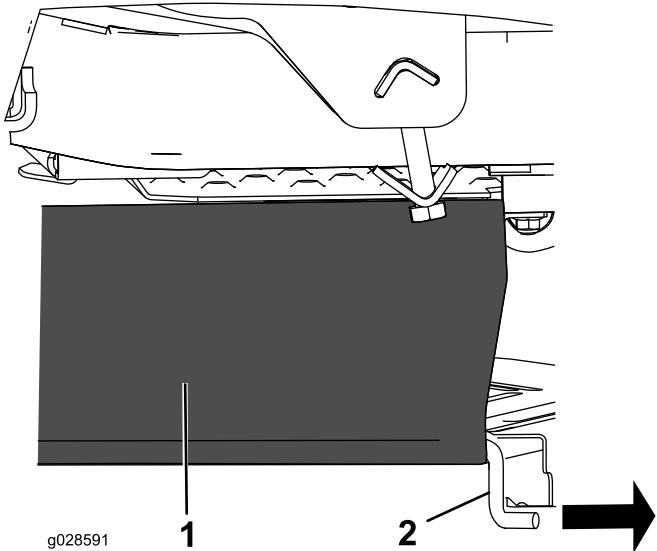

Figura 13
1. Retire la varilla de soporte existente del faldón de la carcasa de corte (Figura 13); guarde la varilla para instalarla en el futuro se utiliza la máquina sin ensacador.